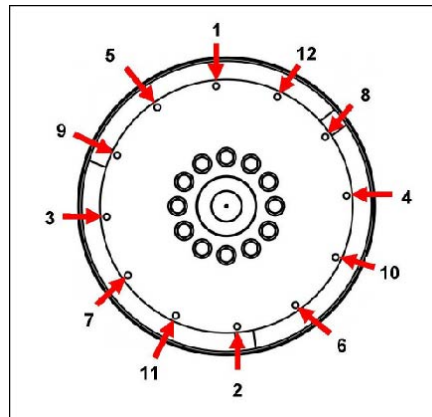

FIGURA 20. SEQUENZA DI FISSAGGIO
10. Rimuovere i perni di allineamento. Montare i bulloni di accoppiamento utilizzando rondelle di tipo adeguato da sistemare sotto le teste dei medesimi. Serrare i bulloni che fissano il disco di accoppiamento al volano, nella sequenza indicata in Figura 20 a pagina 44.